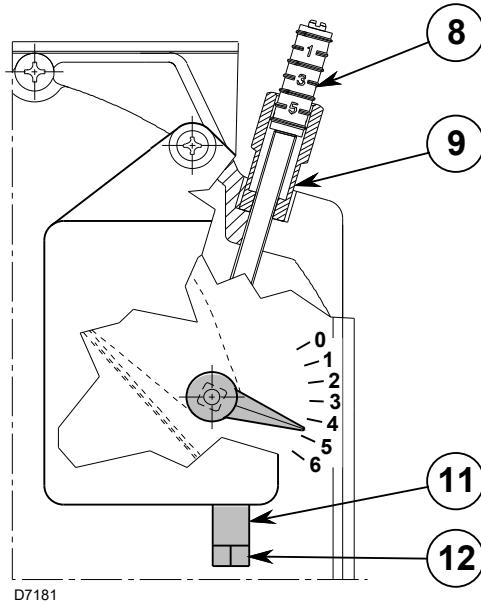

Fig. 15
Il primo avviamento deve sempre essere effettuato, agendo sulla vite 12)(Fig. 15), in modo che l'indice della posizione serranda aria di 1° stadio sia superiore a tacca 1, (taratura di fabbrica tacca 1).
- Allentare il dado 9) e agire sulla vite 8)(Fig. 15) per regolare la portata di aria di 2° stadio (vedi valori di CO₂ riportati nella Tab. T a pag. 37).
- Regolare il 1° stadio agendo sulla vite 12) dopo aver allentato (*senso orario*) il dado 11)(Fig. 15) facendo riferimento alla tabella sottostante per i valori di CO₂.
- Una volta raggiunta la regolazione ottimale bloccare (*senso antiorario*) il dado 11)(Fig. 15). All'arresto del bruciatore, la serranda aria per effetto del suo peso, si chiude automaticamente, fino ad una depressione massima al cammino di 0,5 mbar.